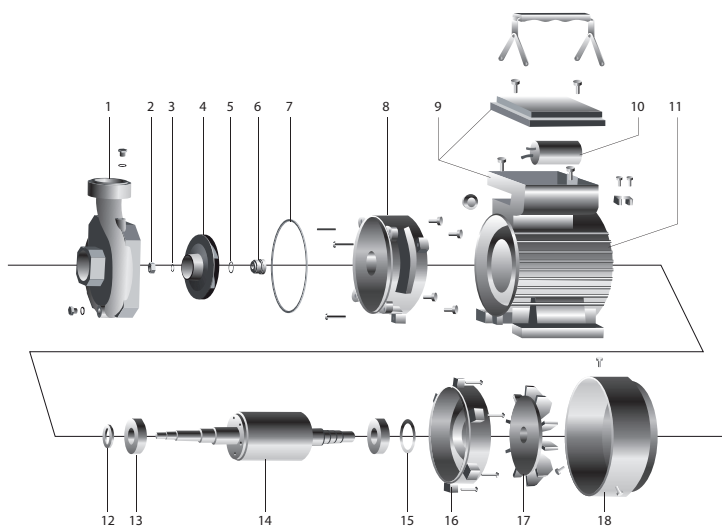

Рис.1 Электронасос CDK POLIV
- 5.1. Электронасос – горизонтальный, центробежный моноблочного типа, нормально всасывающий, состоящий из электродвигателя и насосной части: корпуса насосной камеры, щита фланцевого, рабочего колеса, уплотнения торцового (Рис.1).